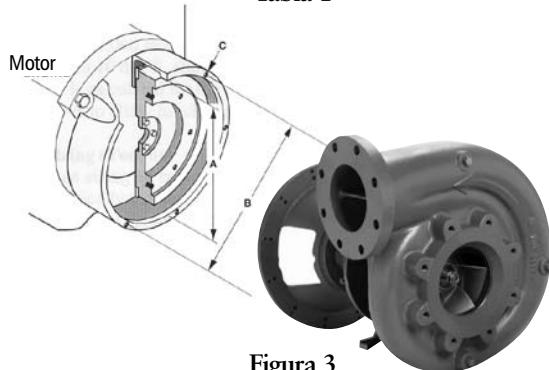

Figura 3
- Dichos volantes poseerán un orificio empotrado mecanizado en la superficie, y un conjunto de agujeros de colada, que serán utilizados para conectar el acoplamiento al volante. Las dimensiones se encuentran determinadas por el estándar SAE y se detallan en las Tabla 1A y 1B, Figura 3. El "tamaño del embrague" que se muestra en la tabla es el diámetro nominal del recubrimiento del embrague para Embragues de sobre-centro con anillo de accionamiento.